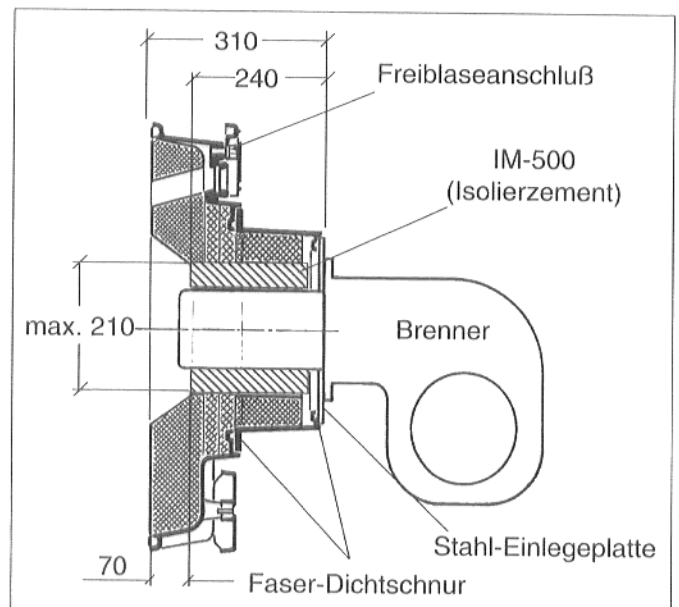

Abb. 33 Brenneröffnung Kessel G_ 605, 9 u. 10 Gld.
- Brenneröffnung wird für diese Kessel mit Vorbau geliefert. Die Montage des Brenners erfolgt wie oben beschrieben (Abb. 33).